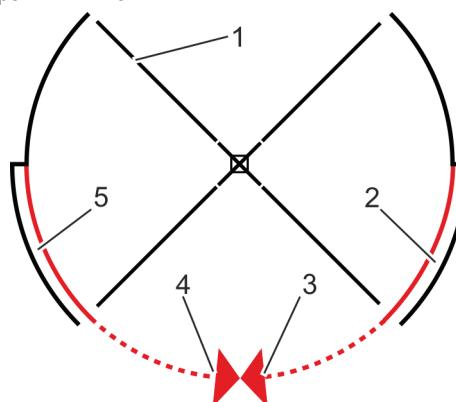

Рис. 27 Разблокировка сегментов ночных экранов (четыре створки)
Войти в карусельную дверь (рис. 27) и повернуть створки (рис. 27/1) вручную до ночных экранов (рис. 27/3 + 4).
2. Заблокировать сегменты ночных экранов (рис. 27/3 + 4) с помощью квадратного ключа.
3. Переместить сегменты ночного экрана (рис. 27/3 + 4) в боковые карманы (рис. 27/2 + 5) до конца.
4. Заблокировать сегменты ночного экрана (рис. 27/2 + 5) с помощью квадратного ключа.